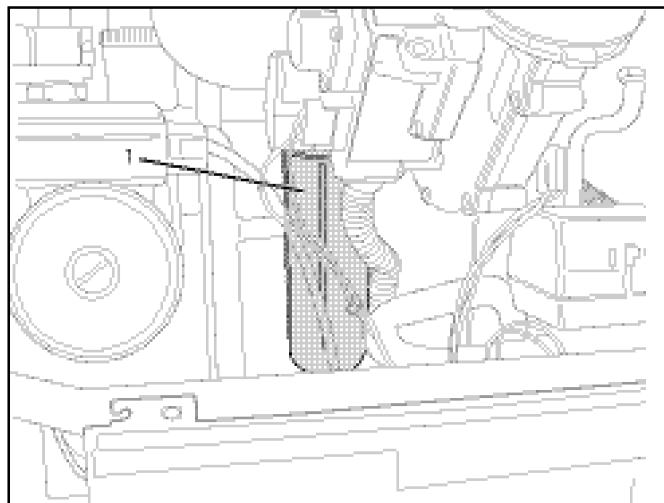

Рис. 7.11 Чистка сифона
- Отвинтите нижнюю часть (1) сифона (см. рис. 7.11)